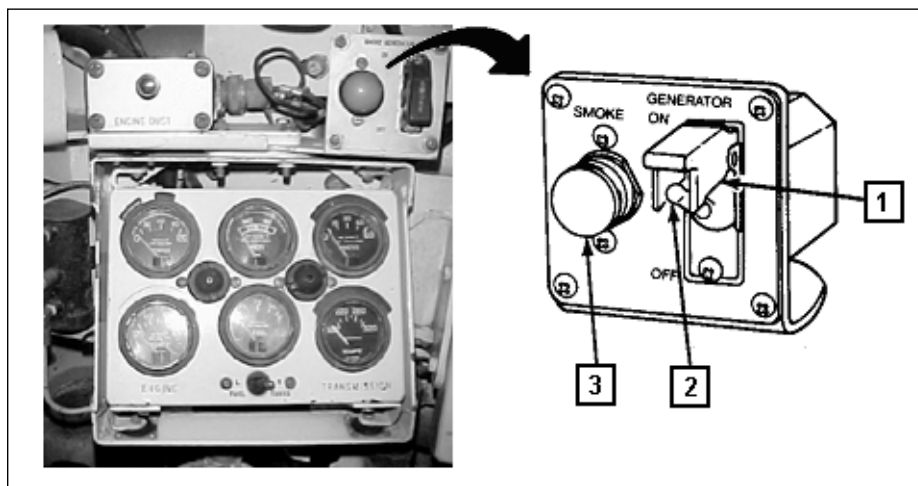

Fig 8-61. Controles e indicadores do gerador de fumaça
a. Ligar o gerador de fumaça. (Fig 8-61)
(1) Assegurar-se que o motor está funcionando.
(2) Manter a rotação do motor em 1600 RPM ou mais, com auxílio da trava do acelerador.
- (3) Levantar o protetor(1) da tecla do gerador de fumaça.
- (4) Colocar a tecla do gerador de fumaça (2) na posição ligada (ON). O indicador do gerador de fumaça(3) se acenderá.
- (5) Para controlar o brilho do indicador do gerador de fumaça, girá-lo no sentido horário.